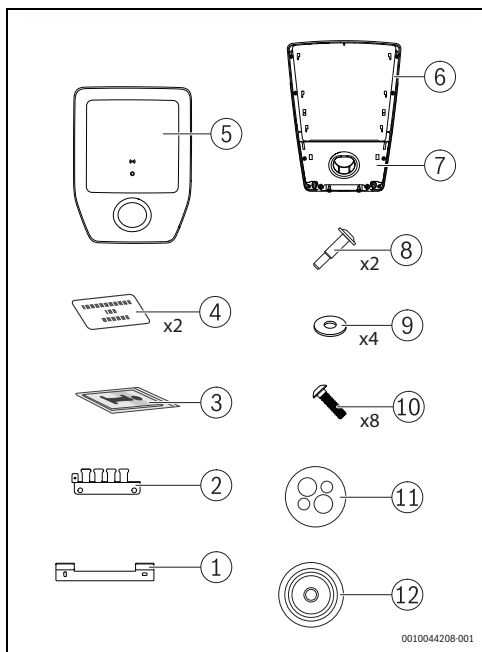

Bild 1 Lieferumfang
- ▶ Abdeckung [5] und Kappe mit dem Parkhalter [7] vorsichtig von der Power Charge 7000i abnehmen (→ Abb. 1, Seite 6).